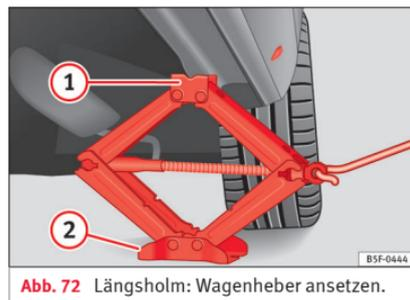

Abb. 72 Längsholm: Wagenheber ansetzen.
- Drehen Sie die Kurbel des unter dem Aufnahmepunkt des Längsträgers befindlichen Wagenhebers*, bis sich die Nase ① » **Abb. 72** unter der vorgesehenen Einföhrung befindet.
- Richten Sie den Wagenheber* so aus, dass die Nase ① in der Einföhrung im Längsträger „sitzt“ und die bewegliche Grundplatte ② am Boden aufsitzt. Die Grundplatte ② muss sich dabei senkrecht unter dem Aufnahmepunkt ① befinden.